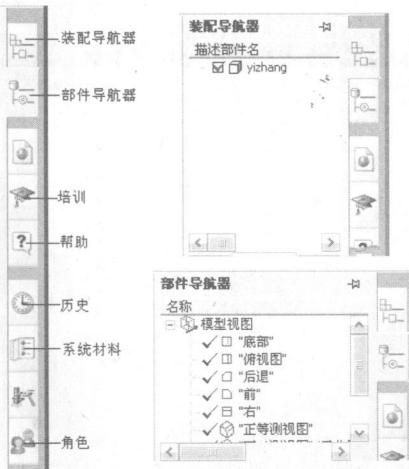

图 1.6 资源栏
(3) 资源栏：包括装配导航器、部件导航器(即在第 4 章中介绍的模型导航器)、培训、帮助、历史等内容，如图 1.6 所示。